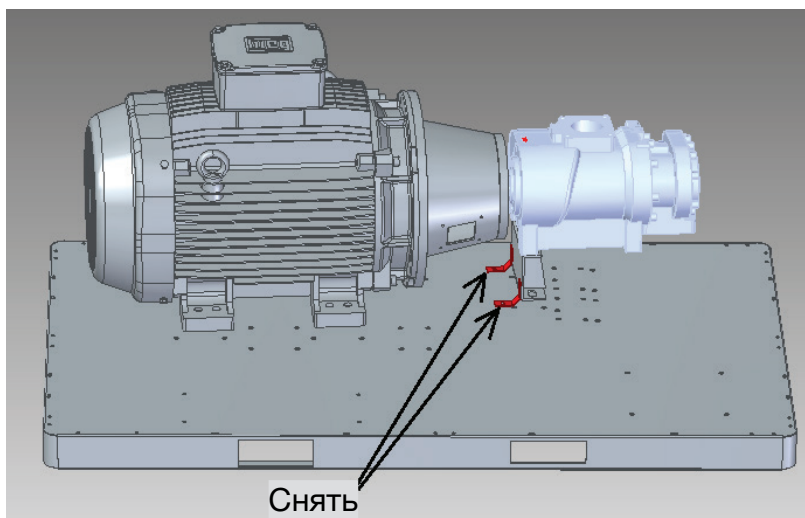

Рис.5.1 Транспортировочные кронштейны
- б. Снимите два красных транспортировочных кронштейна, расположенных с каждой стороны опоры платы винтовая пара- двигатель, как показано на рис. 5.1.